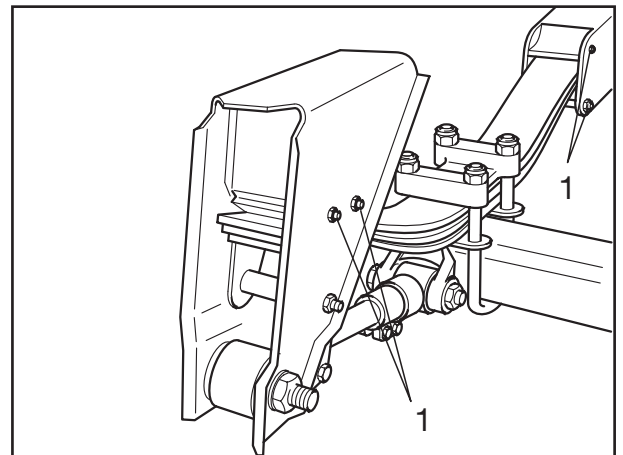

Fig. 20
- [34] Sicherungsmuttern (Fig. 20/1) mit dem vorgeschriebenen Anziehdrehmoment festziehen.
- [34] Tighten locking nuts (Fig. 20/1) to the specified torque.
- [34] Serrer les écrous de sûreté (fig. 20/1) au couple de serrage prescrit.